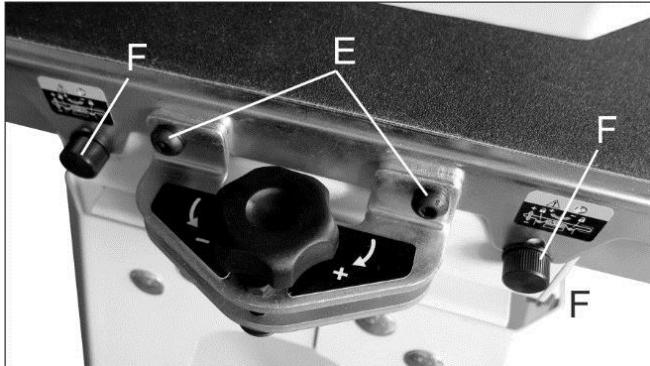

Рис. 10-3
5. Открутите 2 винта, которые крепят транспортер к кронштейнам выравнивания барабана (E, Рис. 10-3).
6. Ослабьте два фиксатора (F, Рис. 10-3).